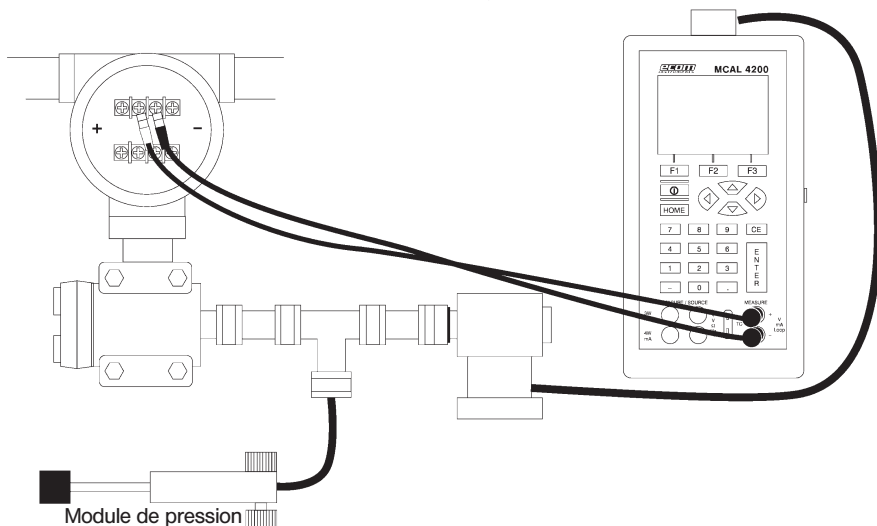

Figure 22. Calibrage d'un émetteur de pression ecom logo und name
3. Connecter le calibrateur à l'émetteur et au module de pression, comme montré sur la figure 22.